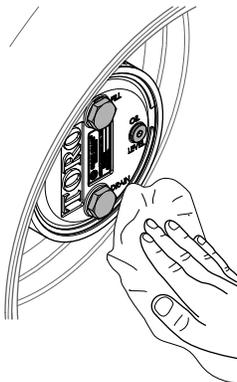

Figura 65
3. Limpie con un trapo los alojamientos del planetario y del freno (**Figura 65**).